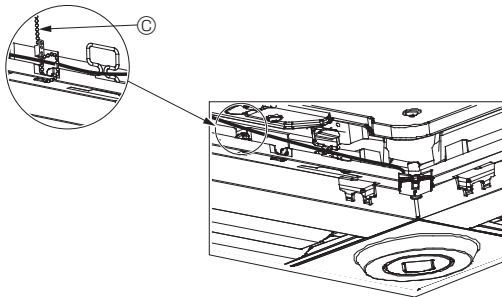

Fig. 10-12
- Fixez les fils du capteur i-See et du récepteur de signal au panneau à l'aide des fixations, comme indiqué sur le schéma, de sorte qu'il n'y ait pas de mou au niveau des fils, puis coupez le fil qui dépasse aux extrémités de la fixation. (Fig. 10-12)
- Si la position du capteur i-See a été permutée de la position "o" (E) à la position "□" (F), changez le réglage des fonctions. (Voir page 30.)